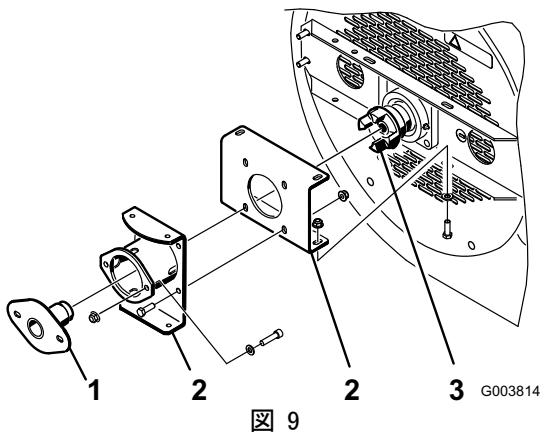
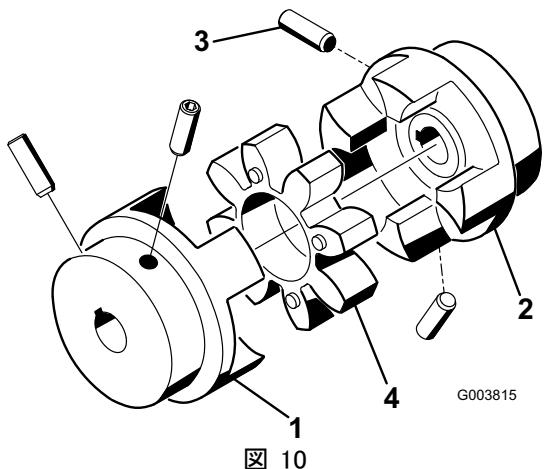

図 9
図 10
1. 取り付けブラケットがプロア・ハウジングに仮止め状態（キャップスクリュとナットが本締めされていない）ことを確認する（図9）。
2. 取り付けブラケットからファン・カップラに、ベアリング整列調整工具を差し込む（図9）。カップラの中にカップラ・スパイダ（図10）が入っていないことを確認しておく。
- ・ モータとファン・シャフト・カップラを固定しているネジ（図 10）の締め付けトルク： 58-82 in-lb (0.7-0.9 kg.m)